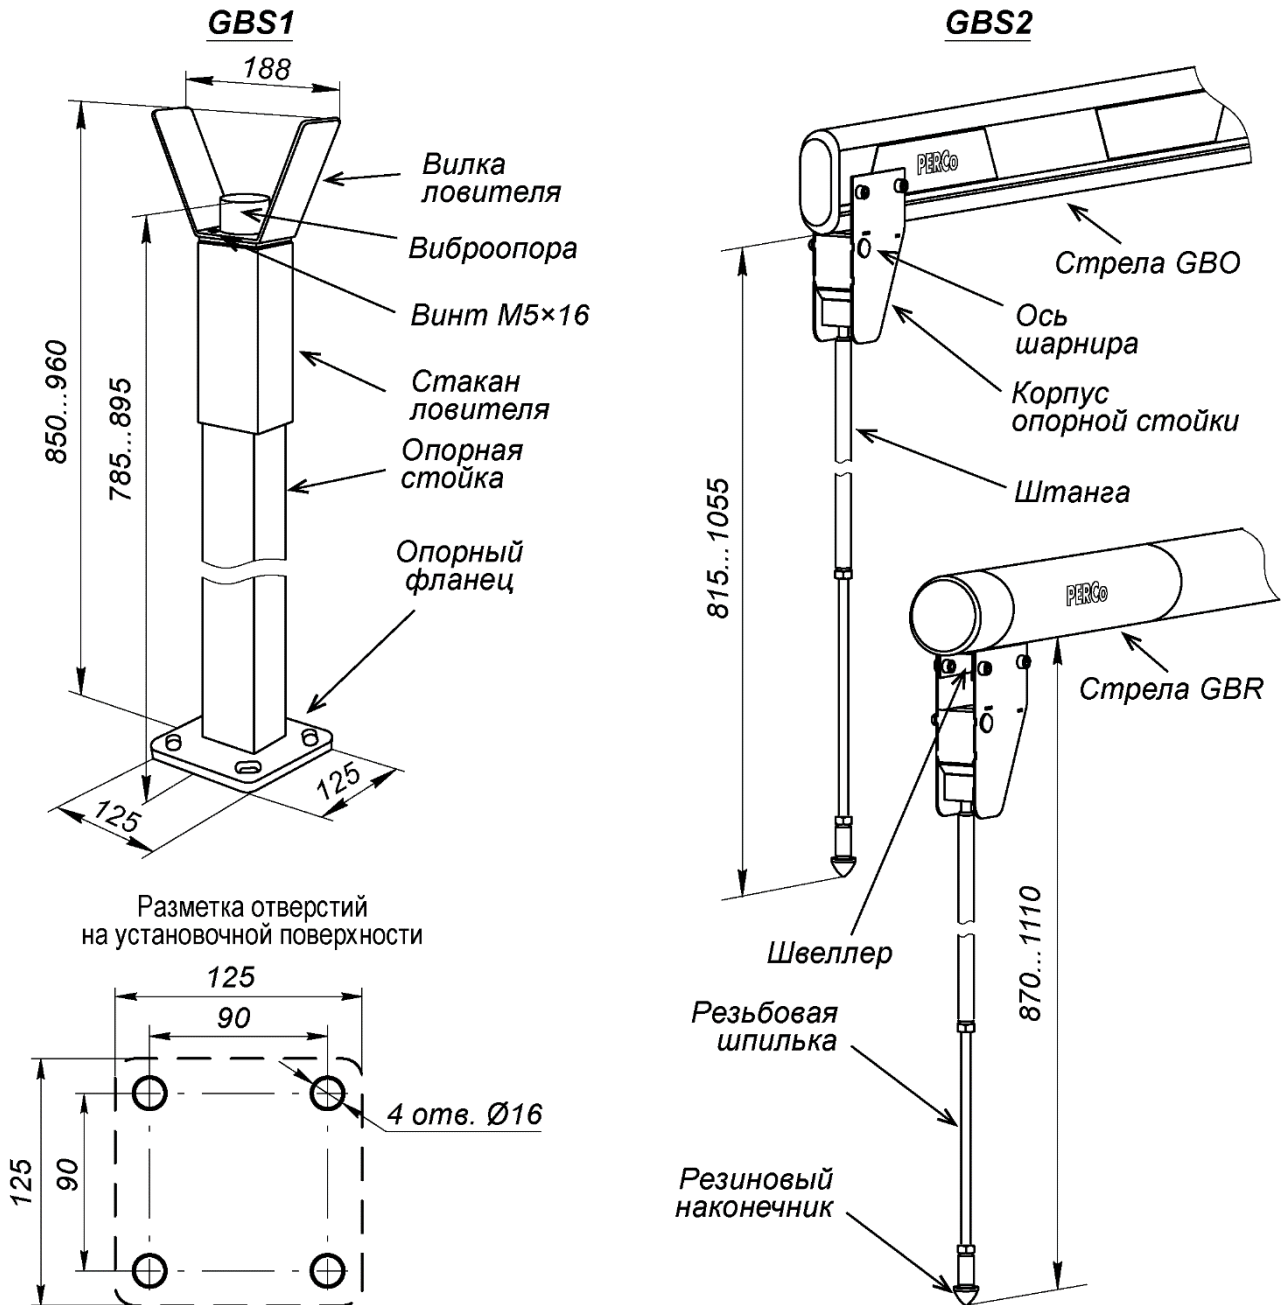

Рисунок 19. Внешний вид опорных стоек **PERCo-GBS1** и **PERCo-GBS2**
При необходимости, а также при длине стрелы более 3 метров, устанавливается опорная стойка с ловителем стрелы **PERCo-GBS1**. Опорная стойка **PERCo-GBS1** состоит из стойки прямоугольного сечения с опорным фланцем и ловителя стрелы (см. рис. 19).
1. Выполните в установочной поверхности отверстия в соответствии с разметкой (см. рис. 19). Ось опорной стойки должна совпадать с продольной осью стрелы шлагбаума (обращаем внимание, не с осью стойки шлагбаума!, см. рис. 7). Размер отверстий на схеме указан для анкеров типа PFG IH10 («SORMAT»), при использовании других типов анкеров необходимо выполнять отверстия соответствующих им диаметра и глубины.
Вместо стационарной стойки **PERCo-GBS1** можно использовать подвесную опорную стойку **PERCo-GBS2**, которая крепится непосредственно на стреле шлагбаума (см. рис. 19). В вертикальном положении стрелы подвесная стойка складывается под собственным весом. При монтаже на прямоугольно-овальной стреле **PERCo-GBO** в стреле необходимо будет